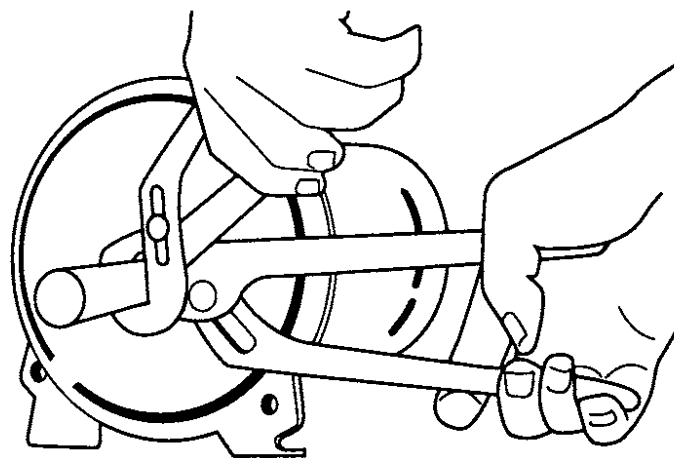

Figura 16 - Saque el impulsor
- Saque el impulsor sujetando el eje de la bomba con un destornillador colocado en el extremo con ranura del eje del motor, y haciendo girar el impulsor en la dirección contraria a las agujas del reloj (Figura 16.)
3. Saque los 3 tornillos prisioneros, sujetando el difusor a la placa selladora y saque el difusor. Cuando vuelva a colocar el difusor, use tres cuñas de 0.010" de grosor espaciadas igualmente entre el ojo del impulsor y la abertura del difusor. Esto centra el difusor e impide el roce del impulsor (Figura 16.).